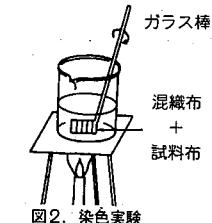

図2. 染色実験
- (1) 三角フラスコにジュース30mLをとり、0.1mol/l-塩酸を2~3滴加える。これに1%-デンプン溶液5mLを加える。
- (2) 次に、水500mLにヨウ化カリウムを0.6g溶かす。エタノール50mLにヨウ素を0.6g溶かす。この二つの溶液を混ぜ合わせ、水を加えて1Lにしたヨウ素溶液をビュレットにとり、三角フラスコのジュースに滴下する。青色が消えてなくなるまで加える。
- (図2) ヨウ素溶液の滴下量が多いほどビタミンCが多く含まれている。
- [留意点] ① 蛍光を見るので、蛍光灯かブラックライトを用いるとよい。
② 化学実験室にあるジュース、その他の液体はどれも飲まないように十分注意する。
③ 色の変化を調べる実験なので、色の濃いジュースは適さない。